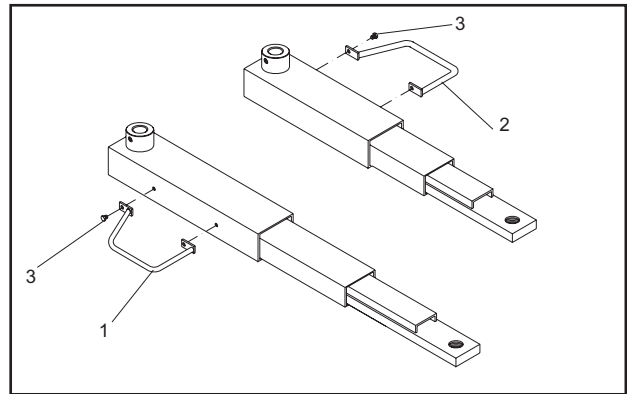

Fig.54
9 - Montare sui bracci i parapiedi di sicurezza (1 e 2, Fig.54), usando le viti TE M10x10 e le relative rondelle (3).
9 - Mount the foot guards on the arms (1 and 2, Fig.54), using the screws TE M10x10 and the relative washers (3).